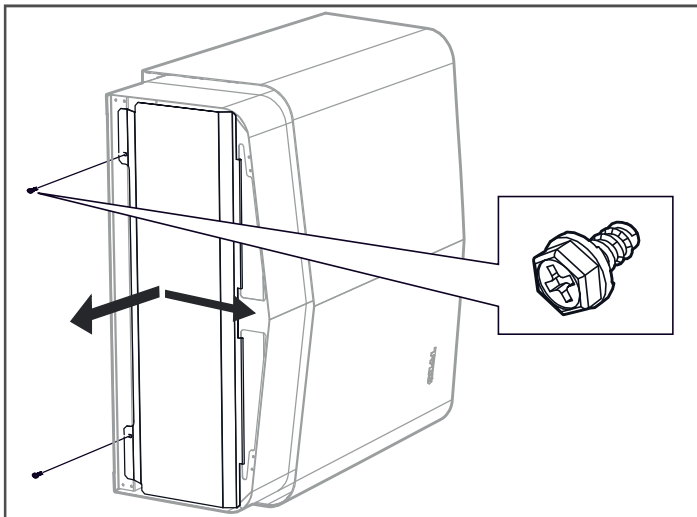

Figura 9: Apertura/chiusura del coperchio
1. Svitare le viti e aprire il coperchio (vedere Figura 9).
4. Chiedere il coperchio e serrare le viti (vedere Figura 9).